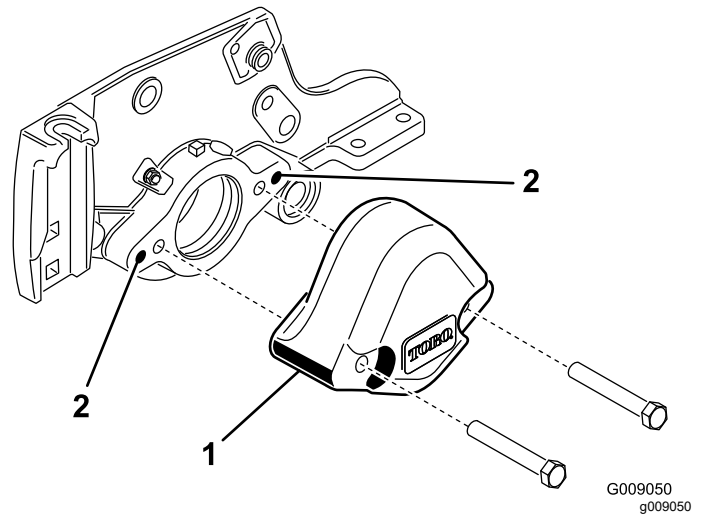

Figura 4
3. Retire los 2 pernos que fijan el contrapeso al extremo izquierdo de la unidad de corte. Retire el contrapeso (Figura 4).
4. Usando una terraja de 3/8-16, retire la pintura de los taladros de montaje exteriores de la chapa lateral (Figura 4).